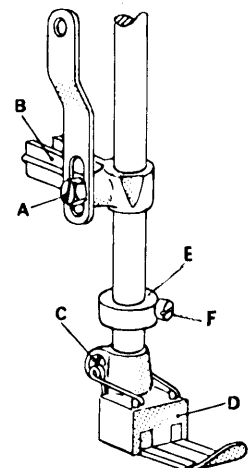

fig. 9
7. Montaggio e regolazione del piedino (fig.9)